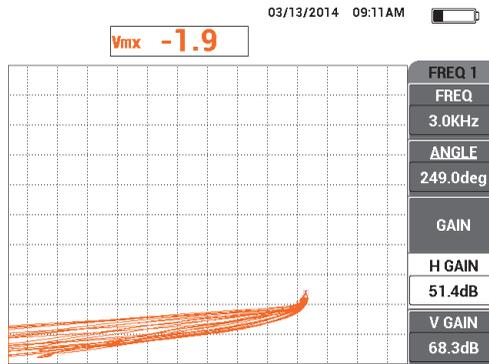

Рис. 5-109 Настройка значения Г УСИЛ
17. Наклоните преобразователь под любым углом в точке 1, изучите сигнал отрыва **МИКШ.** канала, затем уменьшите горизонтальное усиление **Г УСИЛ** (клавиша D), так чтобы сигнал отрыва **МИКШ.** канала был направлен влево (см. Рис. 5-109 на стр. 217).